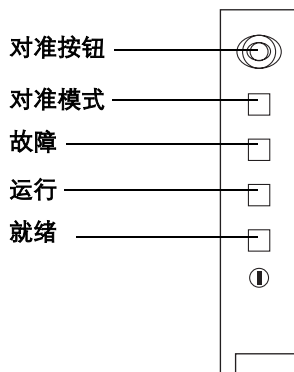

图 62 对准进样器转动架
- 8 用针头支架组件的圆端按下指示灯上方下凹的对准按钮。请参阅图 62。